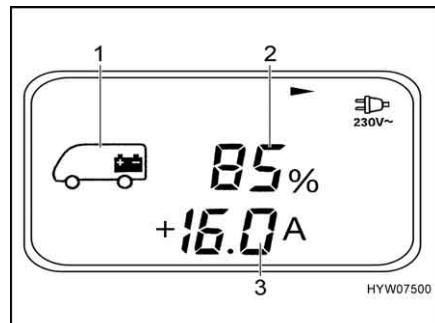

Bild 144 Batterie-Menü (Wohnraumbatterie)
Menü aufrufen: ■ Taste (Bild 141,2) drücken: Das Batterie-Menü (Bild 144) erscheint.
- Batteriekapazität (%) oder Ah (Bild 144,2), Ladestrom (+A) (Bild 144,3) und Entladestrom (-A) der Wohnraumbatterie (Bild 144,1). Um von %-Anzeige auf Ah-Anzeige zu wechseln: Taste "OK" (Bild 141,6) drücken.
- Spannung (V) der Wohnraumbatterie und der Starterbatterie (Menüseite 2)